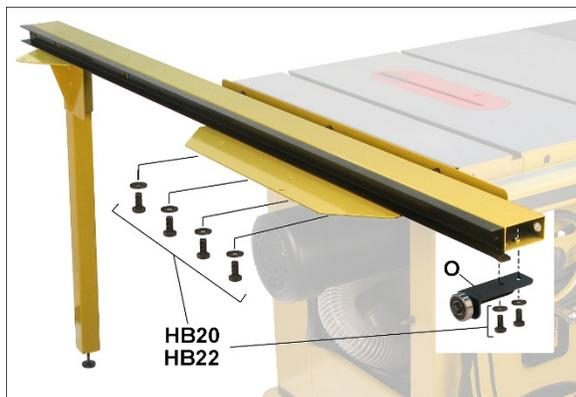

Рисунок 7-6
5. Установите внутреннюю направляющую на установочную пластину с помощью четырех винтов и шайб. См. рисунок 7-6. Расположите направляющую параллельно столу циркулярной пилы, затяните винты.
6. Установите горизонтальный кронштейн с подшипником (O, рисунок 7-6) в резьбовые отверстия передней части внутренней направляющей с помощью двух винтов и шайб. Затяните винты.